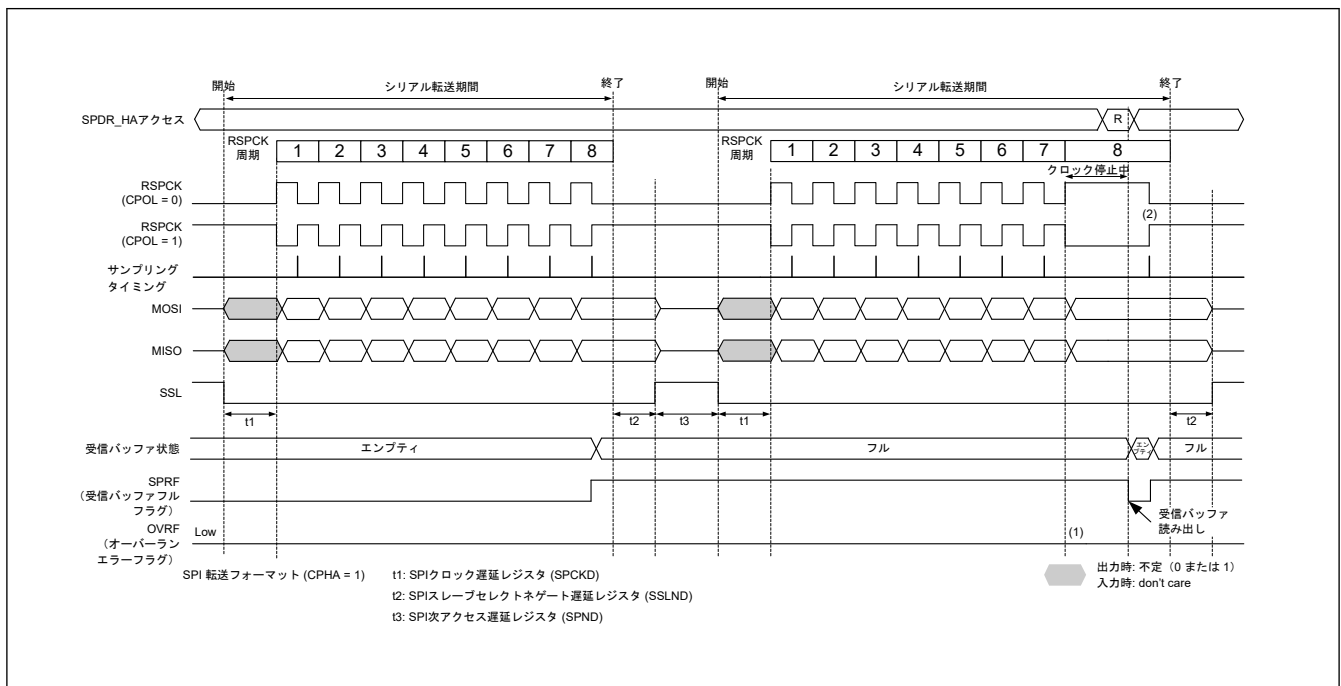
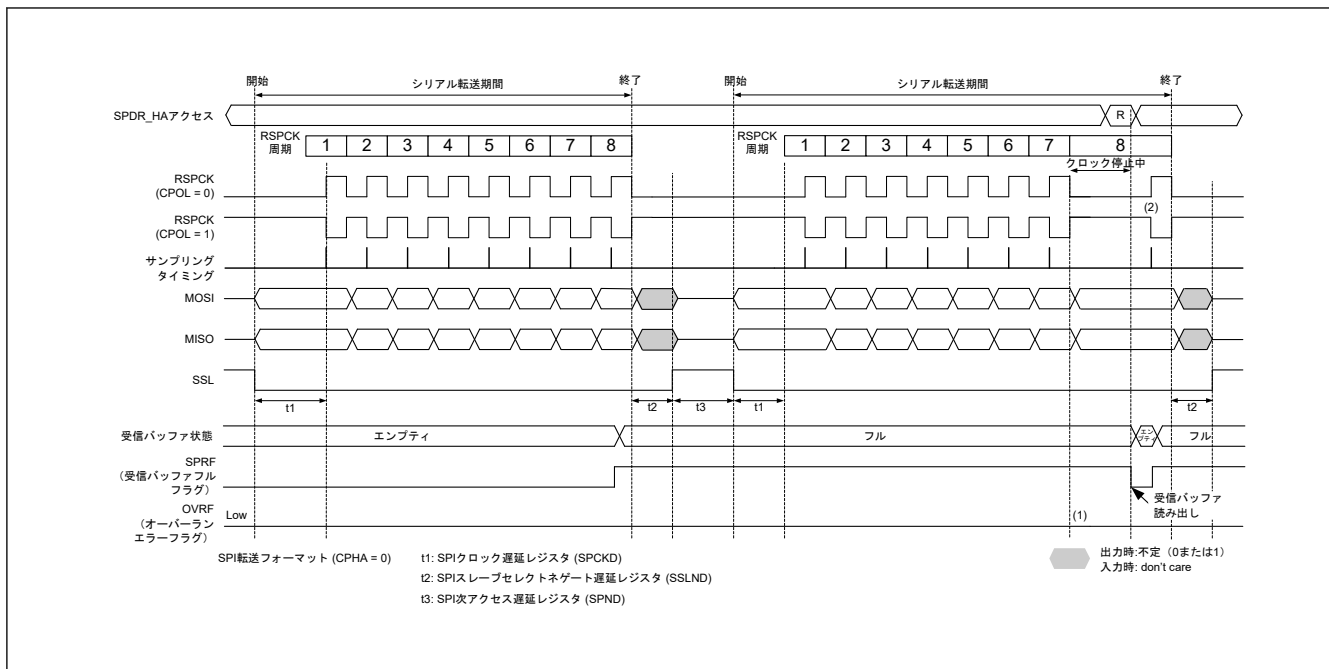

図 27.28 マスタモードの受信バッファフルの状態でのシリアル転送が継続するときのクロック停止波形 (CPHA = 1)
図 27.29 マスタモードの受信バッファフルの状態でのシリアル転送が継続するときのクロック停止波形 (CPHA = 0)
マスタモードで RSPCK 自動停止機能を有効 (SPCR2.SCKASE = 1) にした場合は、オーバーランエラーが発生しません。図 27.28 と図 27.29 に、マスタモード時の受信バッファフルの状態でのシリアル転送が継続するときのクロック停止波形を示します。
以下に、図 27.28 および図 27.29 の (1)、(2) に示したタイミングでのフラグ動作を説明します。